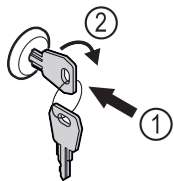

Fig. 115
- ▶ Introduceți cheia prin apăsare Fig. 115 (1).
- ▶ Rotiți cheia cu 90° în sensul acelor de ceasornic Fig. 115 (2).